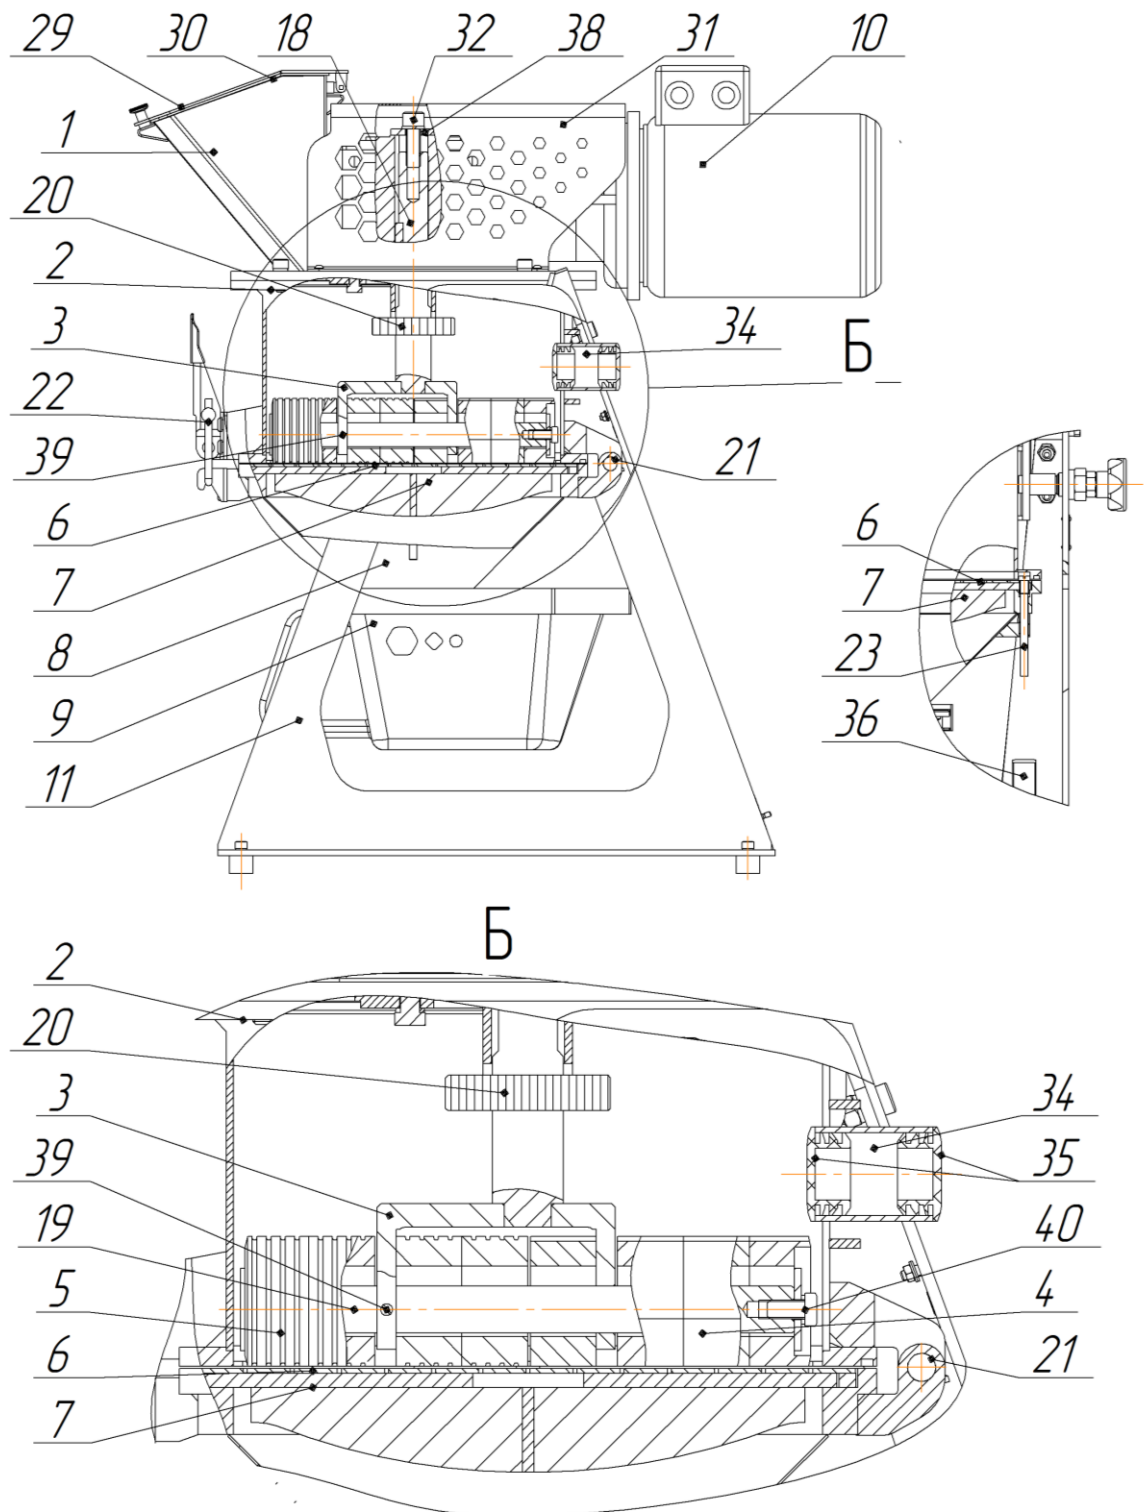

Рис. 2. Истиратель ИП 1. Камера измельчения
- вращая гайку 20 (Рис. 2), выставить требуемое положение вилки 3;